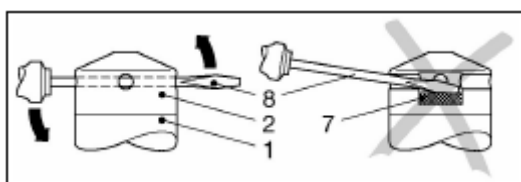

Рисунок 1.
2.4.3. Датчики LMK 358, LMK 358Н, LMK 457 имеют предохранительную заглушку, препятствующую механическому повреждению мембраны. В случае необходимости, например, при измерении давления вязких сред, очистке и осмотре датчика, заглушка может быть удалена (см. рисунок 1).